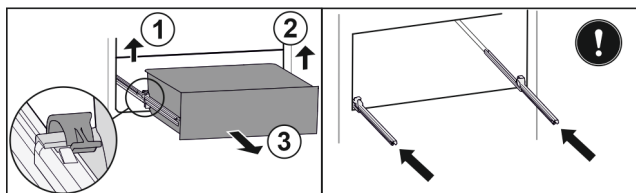

Fig. 210
- ▶ Zvedněte levou svorku a současně vytáhněte zásuvku vlevo dopředu. Fig. 210 (1)
- ▶ Zvedněte pravou svorku a současně vytáhněte zásuvku vpravo dopředu. Fig. 210 (2)
- ▶ Vyjměte zásuvku dopředu. Fig. 210 (3)